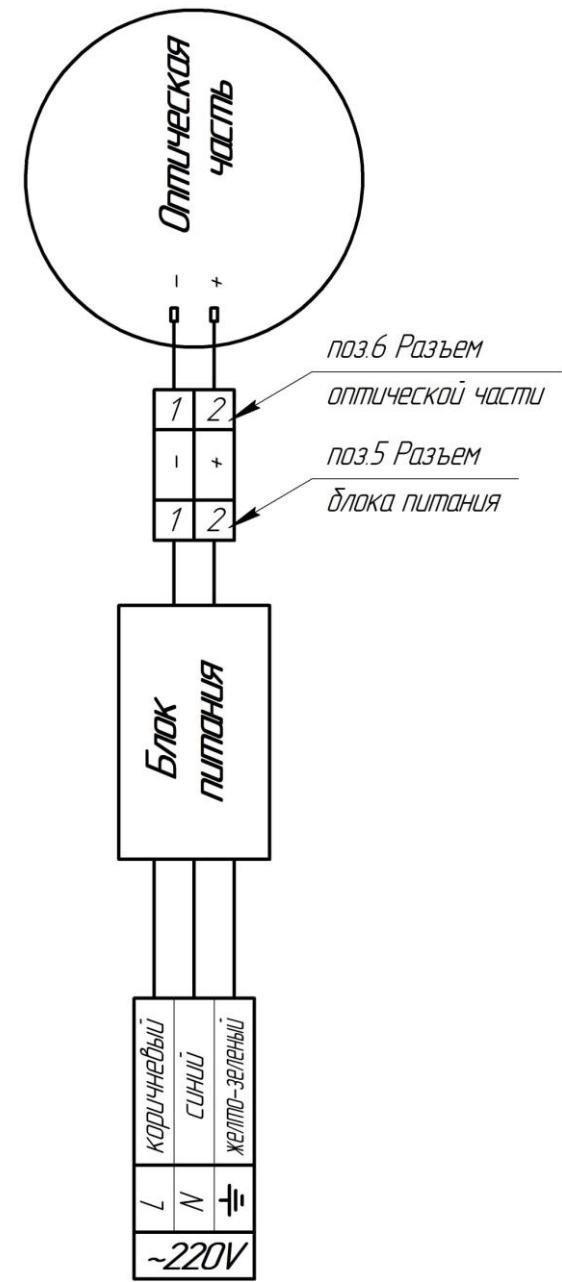

Рис.2
5.4. Соединить разъемы оптической части (поз.6) и блока питания (поз.5) (см. рис.2).